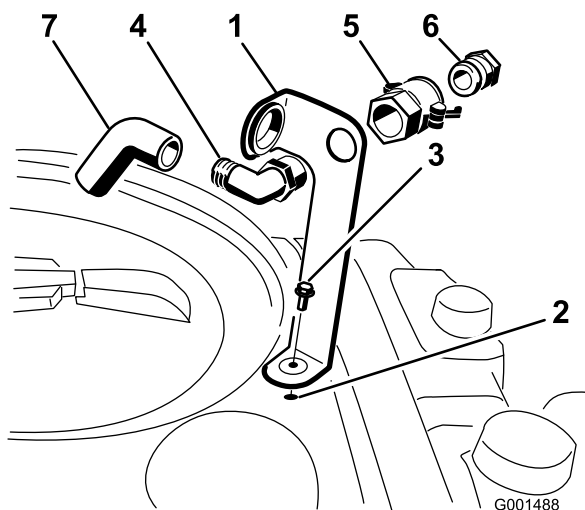

Figure 3
1. Placez le support de prise de remplissage au-dessus du trou fileté de la cuve et fixez-le avec un boulon à embase (5/16 x 3/4 pouce) (Figure 3).
3. Raccordez l'adaptateur de flexible au raccord rapide (Figure 3).
4. Bloquez l'adaptateur en place en basculant les leviers vers l'adaptateur puis en les fixant en position avec les goupilles fendues (Figure 3).
5. Placez le flexible anti-siphonnement dans la grande ouverture du support et sur l'extrémité cannelée du raccord coudé 90 degrés (Figure 3).
2. Passez l'extrémité fileté du raccord coudé dans le trou du support et vissez-y le raccord rapide pour le fixer au support (Figure 3).